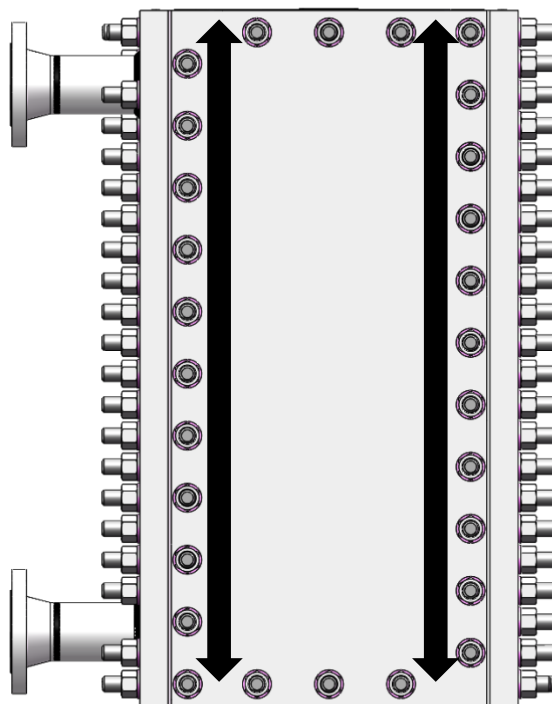

Figura 21
- Pre-strângeți toate piulițele grinzilor, începând de jos spre sus sau de sus spre jos (figura 21).
- Strângeți toate piulițele grinzilor de jos în sus sau de sus în jos (figura 21).